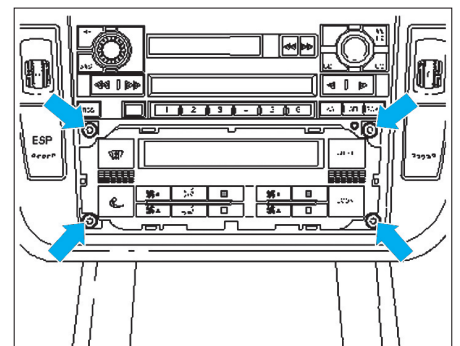

Fig. 61
- Dévisser les vis de l'écran des instruments (Fig.61).